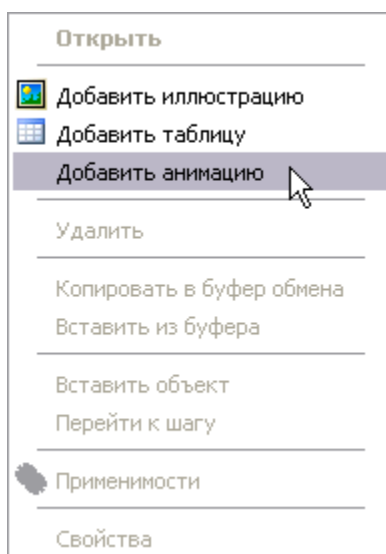

Рис. 7.60
2. Щелкните правой кнопкой мыши по вкладке. При этом появится контекстное меню (Рис. 7.60).
3. Из контекстного меню выберите команду **Добавить анимацию** (Рис. 7.60).